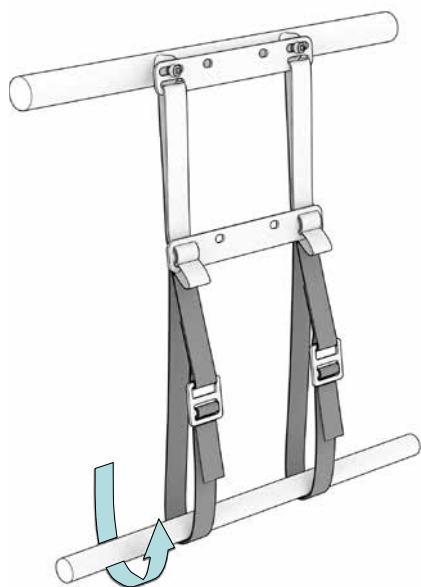

Fig. 10
Les sangles de serrage ⑩ sont déjà enfilées dans la tôle de fixation supérieure ⑦ et dans la tôle de fixation centrale ⑧). Faites-les passer sous le rail Cargobox inférieur (fig. 10).